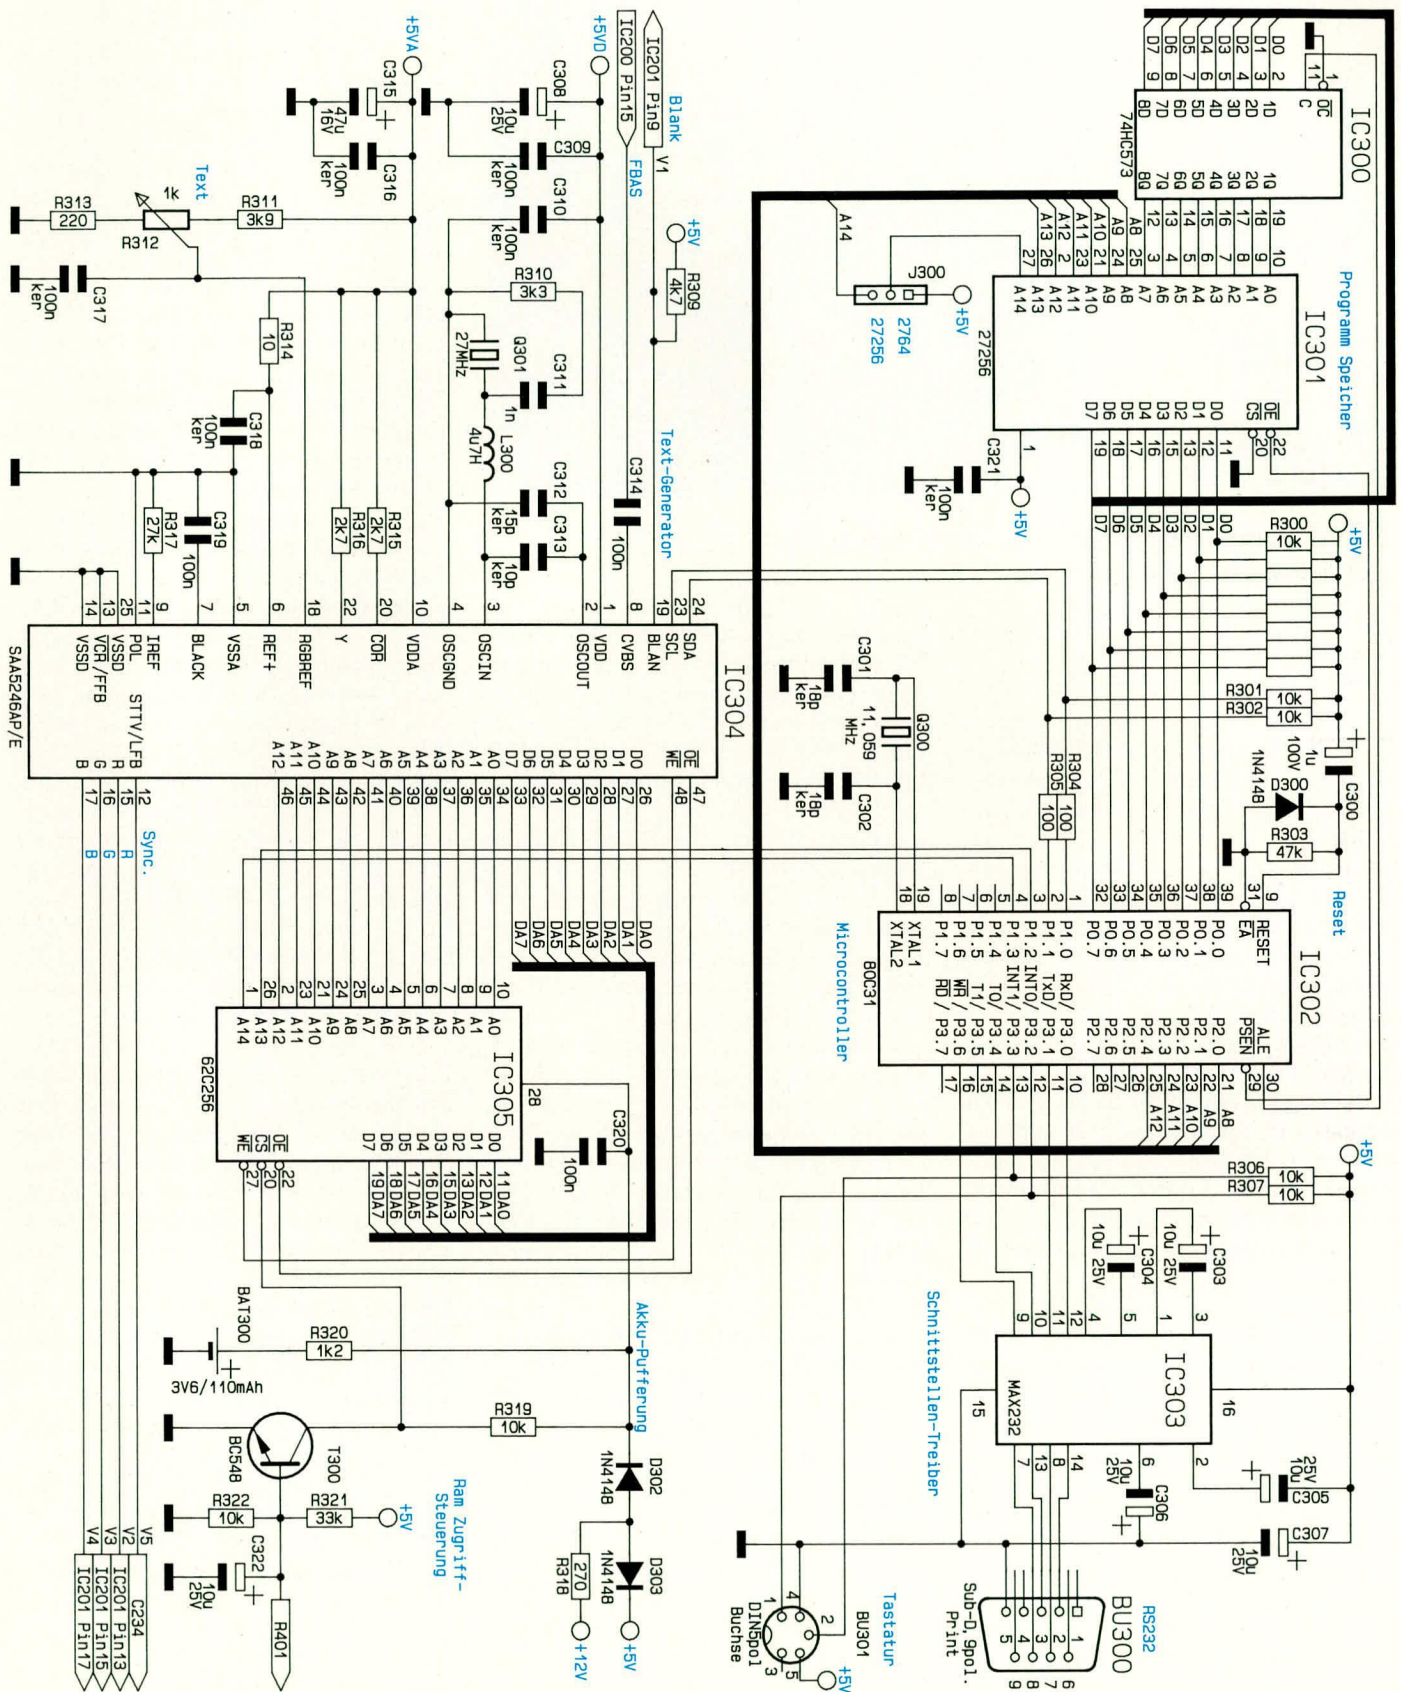

Bild 3: Digitaler Schaltungsteil des TTG 7001
2. Digitalteil (Bild 3)
Digitalteil (Bild 3)
Abbildung 3 zeigt den digitalen Schaltungsteil des ELV-Titeltextgenerators TTG 7001, der im wesentlichen aus dem zentralen Mikrocontroller IC 302 mit Peripherie und dem hochintegrierten Single-Chip Videotext-Baustein SAA5246AP/E von VALVO mit externer Beschaltung besteht.